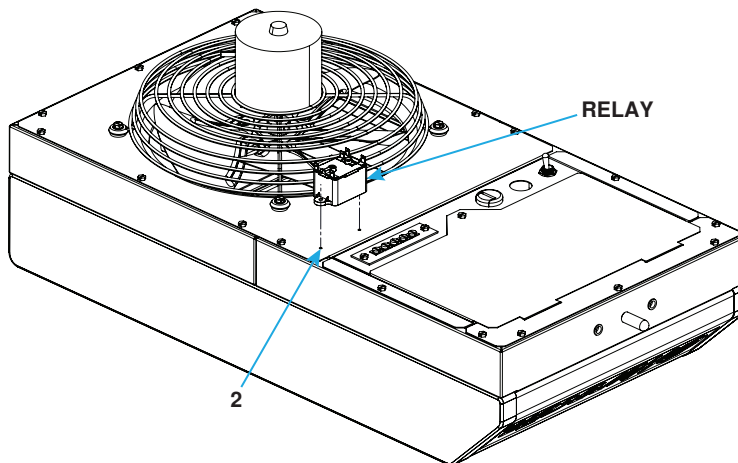

Figure 5. Installation de relais—modèle H (reportez-vous au Tableau 2)
- c. Pour le modèle de ventilateur de déstratification H, démontez l'ensemble de relais (1) en retirant le relais du support et fixez le relais tel qu'illustré à la Figure 5 à l'aide de deux vis (2). Le support ne sera pas utilisé.